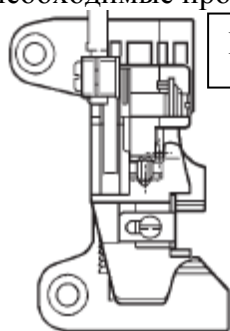

Рис. 1
- Перед запуском машины убедитесь, что прижимная лапка установлена правильно (медленно вручную поворачивайте механический шкив, чтобы проверить, отцентровано ли острие иглы с отверстием отвода иглы на прижимной лапке) (Рис.1).